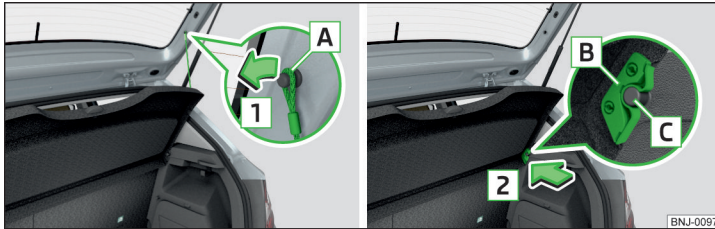

Abb. 111 Gepäckraumabdeckung herausnehmen
Sind die Haltebänder **A** » Abb. 111 an der Gepäckraumklappe eingehängt, dann wird beim Öffnen der Klappe die Gepäckraumabdeckung (nachstehend nur Abdeckung) mit angehoben.
- Auf den beiden Seiten der Gepäckraumklappe die Haltebänder **A** in Pfeilrichtung **1** aushängen » Abb. 111.
- Die Aufnahmen **B** an der Abdeckung über die Halterungen **C** an der Seitenverkleidung stellen » Abb. 111.
Im vorderen Bereich müssen die Aufnahmen **B** » Abb. 111 auf Seite 91 an der Abdeckung vollständig in den Halterungen an der Seitenverkleidung einrasten. Im hinteren Bereich muss die Abdeckung auf beiden Seiten unter der Verrastung gesichert sein.